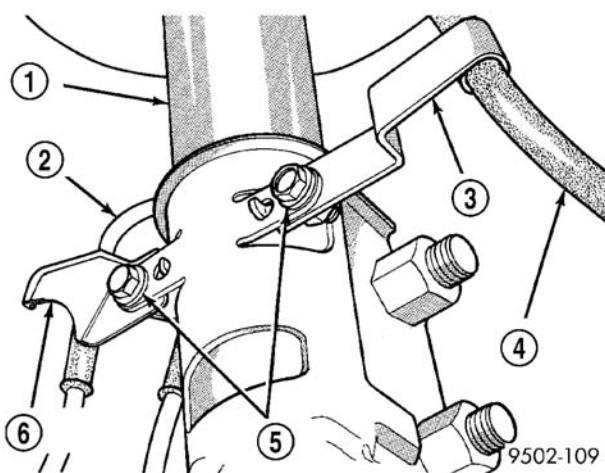

图 40 制动软管及车速传感器电缆走线
- (1) 升起车辆。请参见“润滑与保养”一节中有关“车辆举升”的说明。
- (2) 从需要拆卸滑柱的车辆前方位置拆下车轮及轮胎总成。
- (3) 若同时拆卸两侧的滑柱总成，应标明所拆的滑柱是哪一侧。
- (4) 从滑柱阻尼器支架上拆下液压制动软管固定支架及车速传感器电缆支架（图 40）。